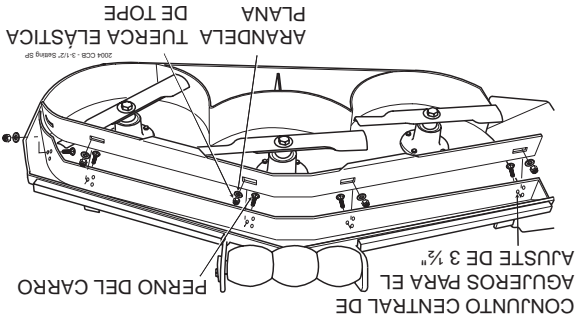

Figura 7. Posición 3-1/2" del deflector de corte personalizado
- B. Posición 3-1/2" (ajuste de fábrica) - el deflector se instala usando el conjunto central de agujeros en el deflector frontal soldado dentro de la plataforma de corte. (Vea la Figura 7, Página 12) Para cortes de propósito general, coloque el deflector de corte personalizado en la posición 3-1/2". Esto le da la mejor combinación de desempeño de corte en todos los tipos de césped.